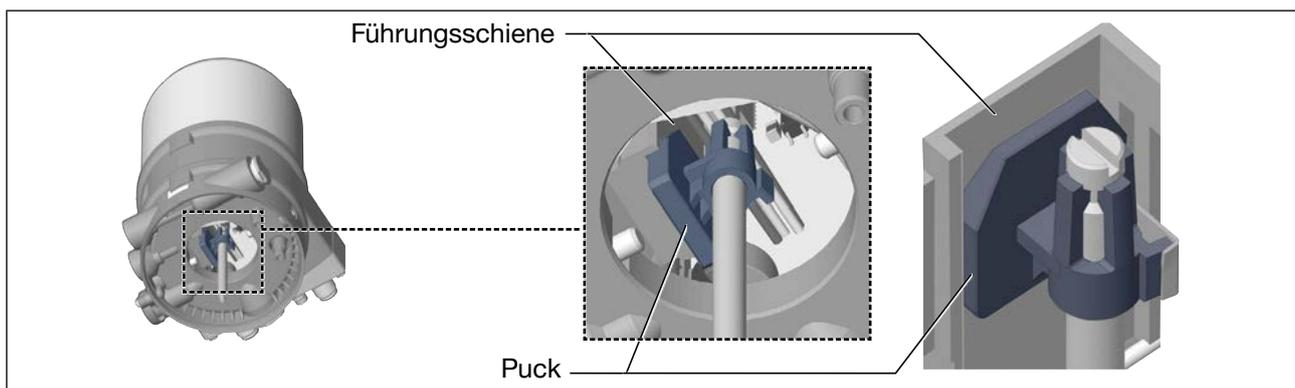

Bild 19: Ausrichten des Pucks
- Den Typ 8692/8693 auf den Antrieb platzieren. Dabei den Puck des Antriebs passend zur Führungsschiene des Typ 8692/8693 ausrichten (siehe Bild 19).